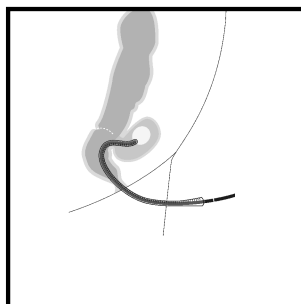

Fig. 2
8. För försiktigt in endoskopet och ytterslangen (eller rektoskopet eller proktoskopet) i analkanalerna med hjälp av lämpligt glidmedel och placera instrumentet i höjd med läckagekaviteten (Fig 2).